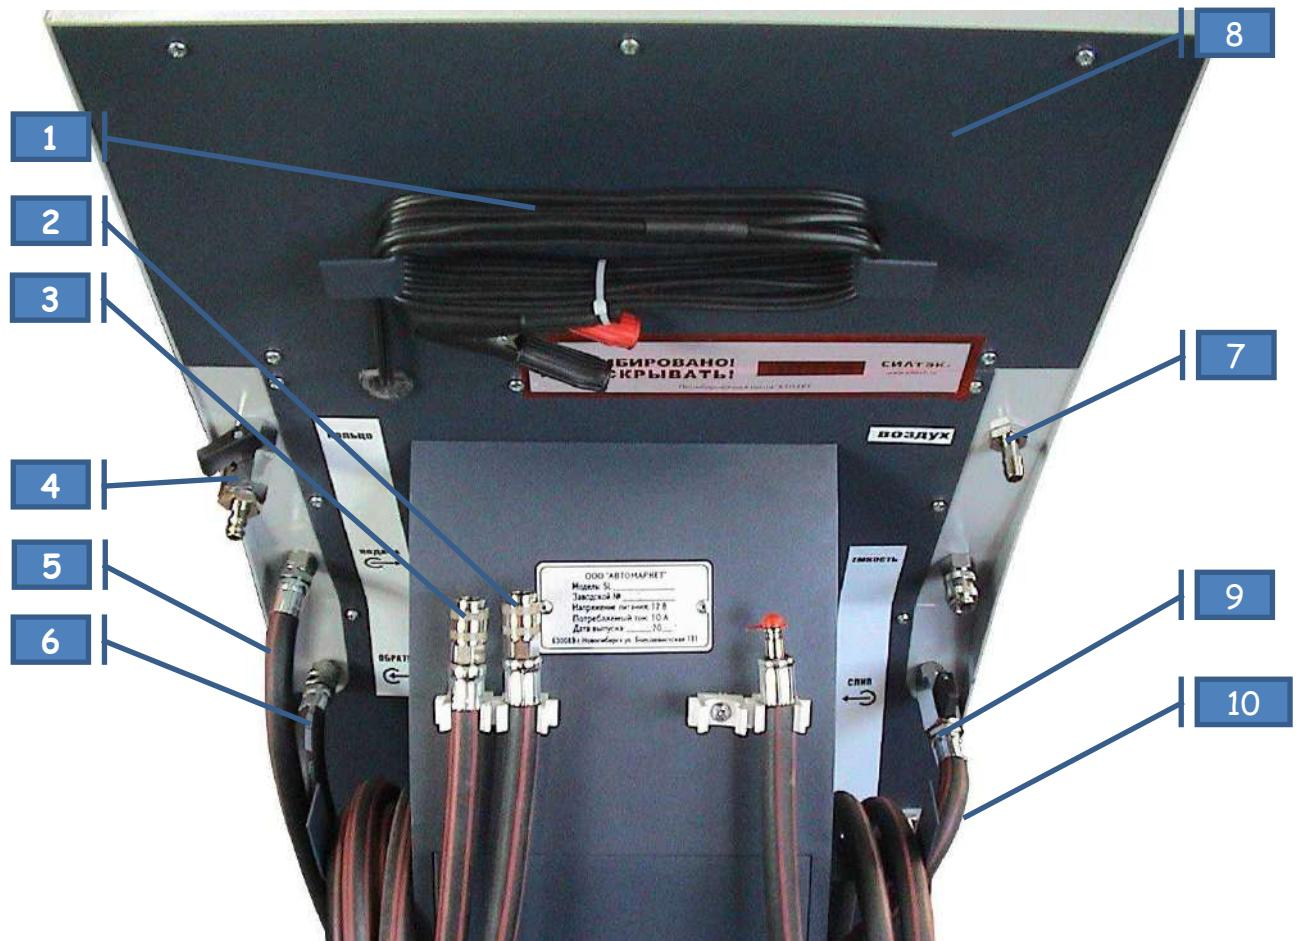

Рис. 3
1. Подсоединить зажимы «крокодил» (п.1 рис. 3) кабеля питания установки к источнику питания: красный к положительной клемме - черный на «массу».
3. Заборный шланг с фильтром защелкнуть на БРС с надписью «Забор» (п.10 рис. 3).
6. Черный шланг с надписью «Подача» (п.5 рис.3) замкнуть на БРС «Кольцо» (п.4 рис.3). Открыть шаровой кран на штуцере «Кольцо». После процедуры подготовки кран необходимо закрыть.
7. Вставить Сливной шланг установки («Слив»), в свободную ёмкость объемом не менее 20 л, и повернуть вентиль (п.9 рис. 3) в положение «Открыто» (параллельно шлангу).
8. Нажать кнопку «Пуск» (п.4 рис. 2), расположенную на лицевой панели и **удерживать ее**, пока из сливного шланга (п.9 рис. 3) не пойдет равномерная, без пузырьков воздуха струя жидкости, и давление на манометре не достигнет значения 0.5 bar и более.
9. Подсоединить к адаптерам шланги от установки, «Подающий» шланг черный (с надписью «Подача» п.5 рис.3) к «двигателю», «Обратный» шланг прозрачный (с надписью «Обратка» п.6 рис.3) к «термостату».
1. Повернуть вентиль Сливного шланга (п.9 рис.3) в положение «Закрыто» (перпендикулярно крану).
6. Медленно открыть сливной кран (п.9 рис.3) на установке и стравить давление в системе.